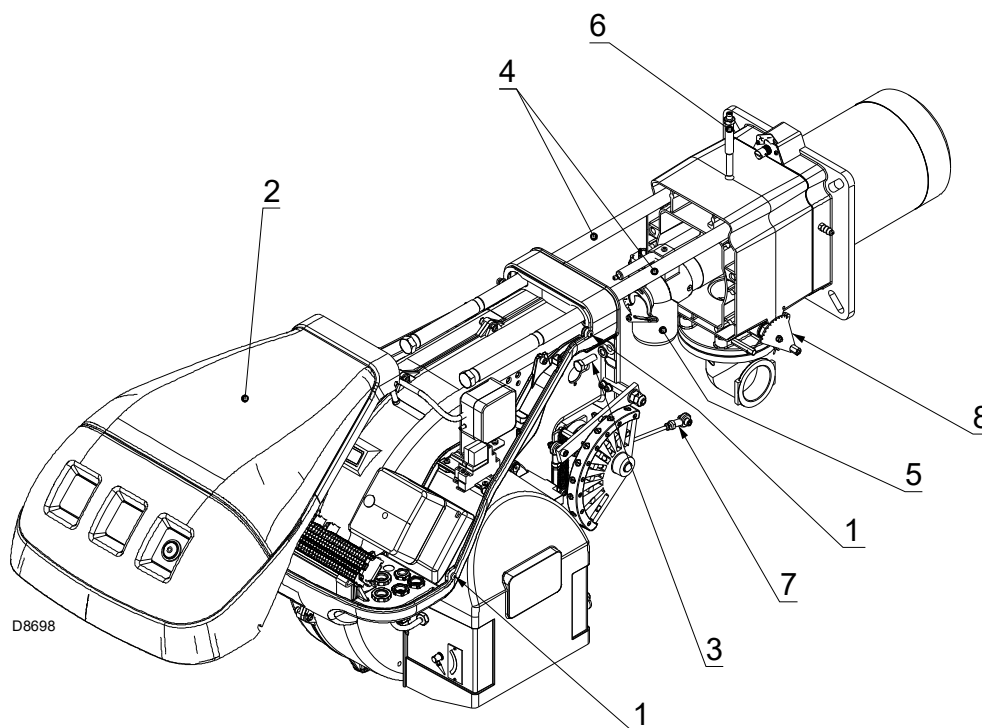

Abb. 36
- Lösen Sie die Schrauben 1) und nehmen Sie die Haube 2)(Abb. 36) ab.
- Bringen Sie die Schrauben 3)(Abb. 36) wieder an und ziehen Sie die Kabel von Fühler und Elektrode vorsichtig nach außen, bis diese geringfügig gespannt sind.